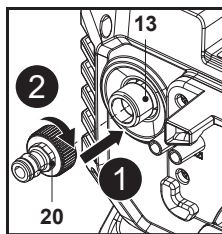

Fig. 6
Aligner l'adaptateur d'arrivée d'eau (20) sur le raccord d'arrivée d'eau (13) à l'arrière de la machine et le visser dessus (Fig. 6, étapes 1 et 2).